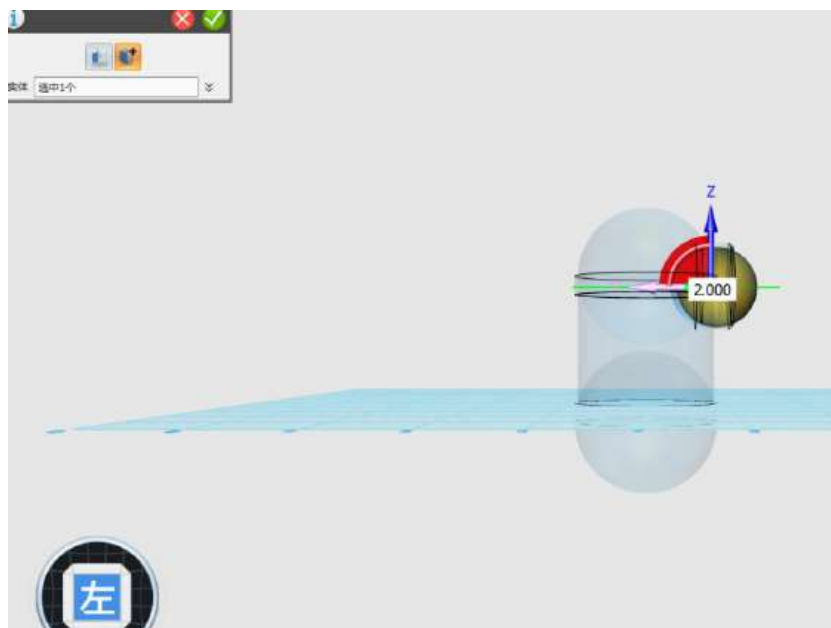

图 1-12
Step 12 点击左视图，选择移动命令，让球体沿 Y 轴向左移动，如下图 1-12 所示：